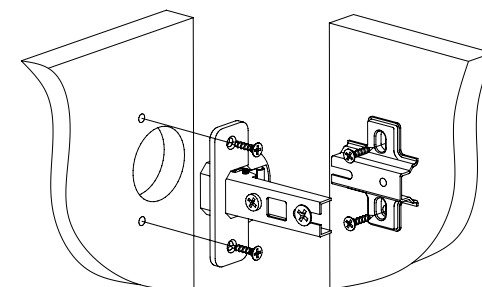

Рис.10
10. Установить петли в соответствующие отверстия дверей 16; закрепите ответные планки петель на деталях 1и 2 (Рис. 10).
11. Скрепите при помощи конфирматов детали 8, 9 с деталью10. Вставьте в паз дно ящика 11 из ДВП (Рис.10).